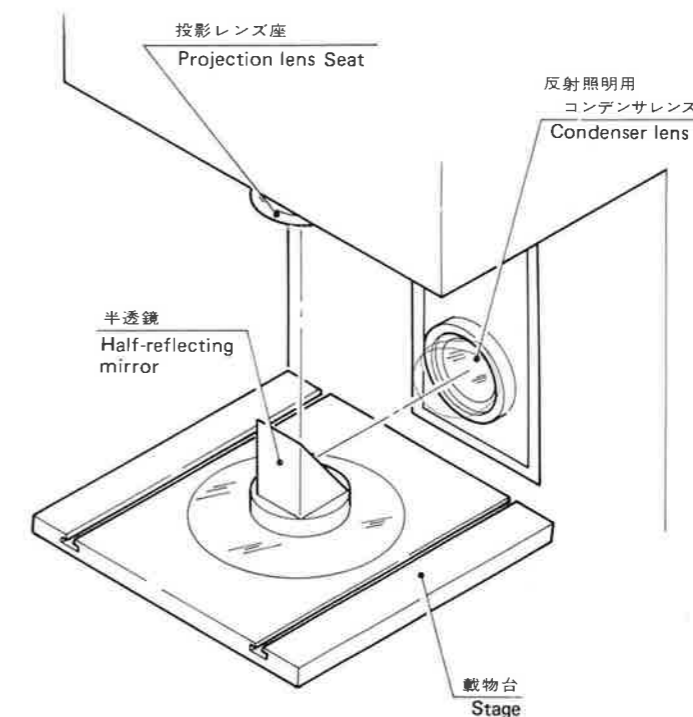

Fig. 13
- ① 投影レンズを取りはずします。
- ② 反射照明用コンデンサレンズ枠を回していっぱいまで押しこみます。
- ③ 載物台上に半透鏡(10×または20×用)を置き(Fig. 13)、光軸に対して正しく向きを調節します。又、反射照明装置の位置を調整します。(Fig. 13)
- ④ メインスイッチと反射照明スイッチをONし、フィラメントをスクリーン上に投影します。
- ① Remove the projection lens.
- ② Turn in clockwise the condenser lens of surface illuminator to the extreme.
- ③ Place a half-reflecting mirror (for 10X or 20X) on the workpiece stage and adjust it to the light beam (Fig. 13).
- ④ Turn ON the main switch and surface illuminator switch to have the filament image projected on the screen.